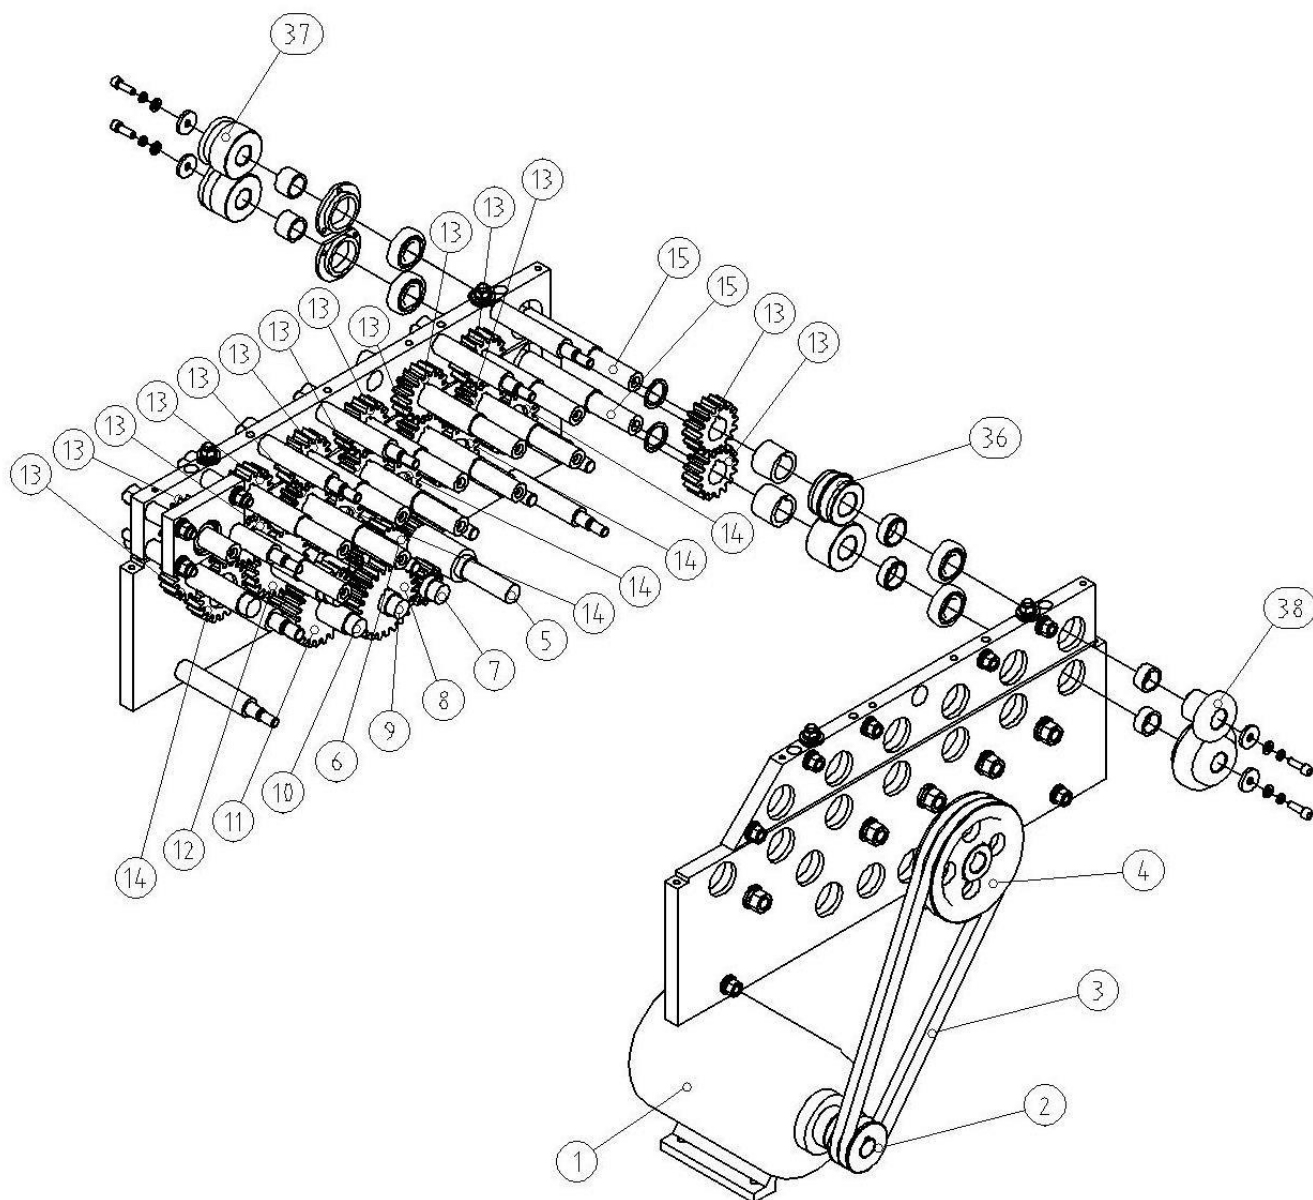

Рис. 2
- (2) Передаточный механизм: см. рисунок 2.
- (4) Валки: см. рисунок 2.